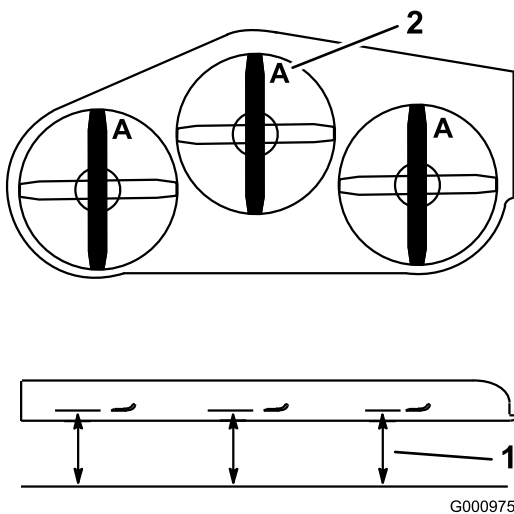
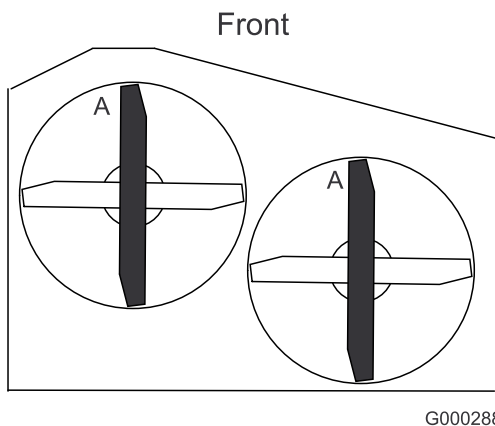

Figure 55
Figure 56
3. Tournez les lames dans le sens longitudinal. Mesurez la distance entre la surface plane et le tranchant (position **A**) des lames (Figure 55). Notez cette valeur. Pour les tabliers de coupe de 36 pouces, reportez-vous à la Figure 56.